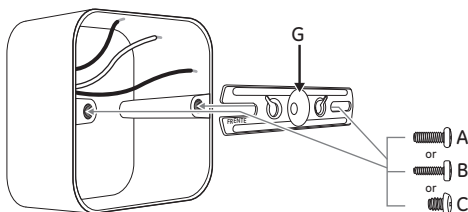

Figura 2
- 5) Quite la placa de soporte trasera (L) de la parte posterior de la luminaria (J).
- 6) Instale el soporte de montaje (G).
- Instale el soporte de montaje (G) con la palabra "FRONT" (FRENTE) hacia el lado opuesto de la caja de conexiones. Use los tornillos para el soporte (A, B o C) que mejor encajen en la caja de conexiones (ver **Figura 2**).